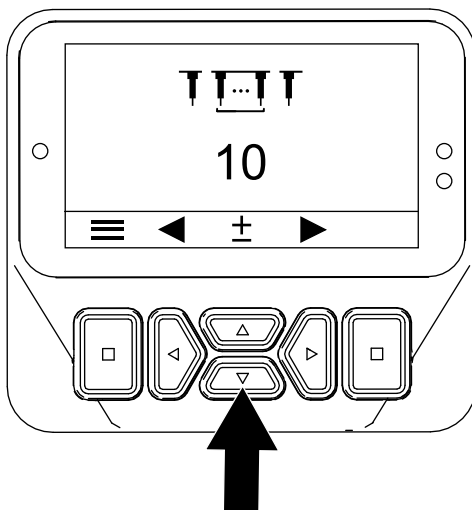

Figure 58
3. Appuyez sur le bouton vers la droite jusqu'à ce que l'écran Setting the Tine Quantity (réglage du nombre de louchets) s'affiche (Figure 58).
4. Réglez le nombre de louchets à l'aide des boutons vers le haut et le bas (Figure 58) comme suit :